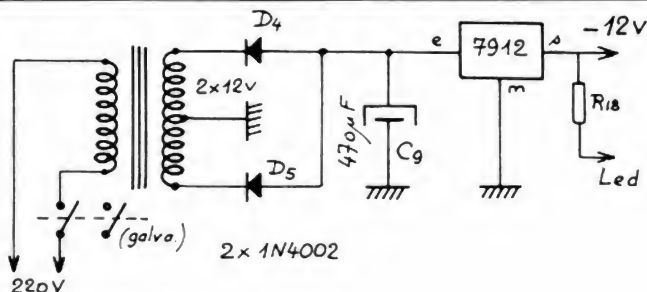

Fig. 4. – L'alimentation.
L'alimentation du LCF 1 se fait en -12 V, ce qui permet d'avoir les éléments mesurés côté masse. Le schéma de cette alimentation est donné en figure 4. On peut constater qu'il est
L'impédance mécanique de rayonnement Z_r du piston circulaire est ainsi fournie par la formule (24) ci-après. L'analyse de ses deux termes est succinctement donnée par la suite, figure 3, et précisée par les figures 4, 5 et 6, dans le cas de radiateurs acoustiques spécialisés pour les fréquences graves, médianes et aiguës.